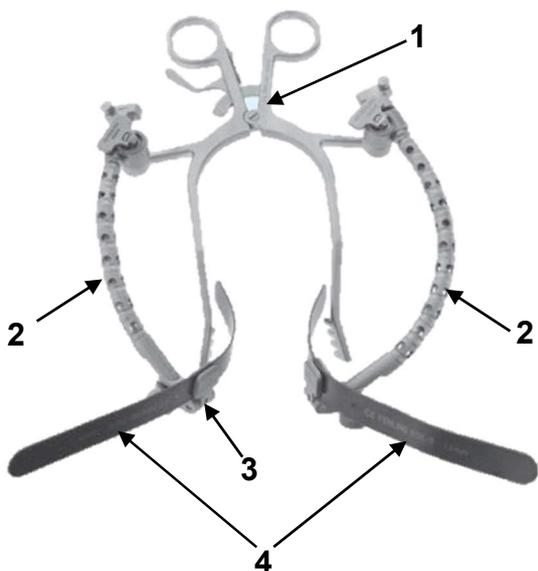

Fig. 1 : Exemple de configuration pour l'écarteur CONCEPT CEREBELLUM avec les bras de serrage et les spatules
La Figure 1 présente un exemple de configuration de l'écarteur CONCEPT CEREBELLUM (1) avec les bras de serrage (2) et les spatules (4). Le Tableau 1 énumère les composants correspondants.